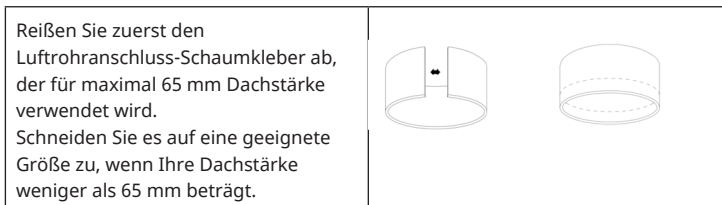

Abbildung 8
1. Befestigen Sie den Luftrohranschlusschaum (Abb. 8).